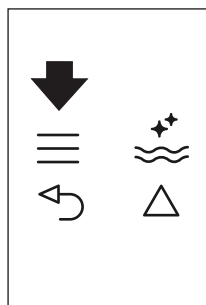
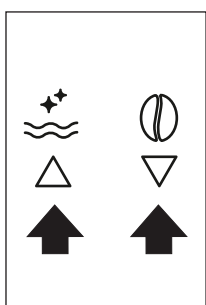

Abb. 22
Abb. 9
- ▶ Drücken Sie das  Symbol (B2), um das Menü aufzurufen (Abb. 22) oder drücken Sie die Symbole   (B7) und (B8) (Abb. 9) bis „HEISSWASSER PROGRAMMIEREN“ erscheint.